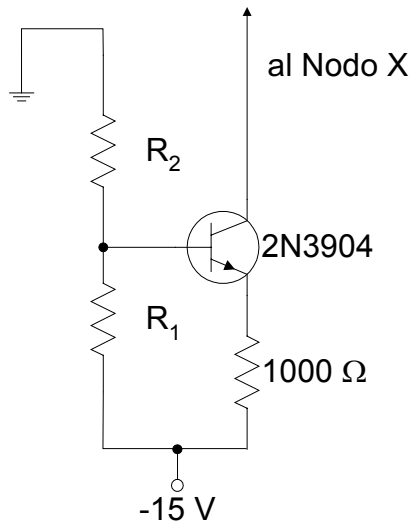

Figura 3. Fuente de corriente para el experimento 2.
- Sustituya la resistencia  $R_x$  en su amplificador diferencial por la fuente de corriente de la Figura 3. Repita todas las mediciones de los pasos 1 a 3 anteriores utilizando la fuente de corriente. Puesto que no hay consideraciones de resistencia AC de entrada, podemos seleccionar que  $R_B$  tenga un valor bajo para la fuente de corriente y así asegurar que el Beta del transistor no afecte al valor de la corriente a través de la fuente de corriente. **IMPORTANTE: diseñe la fuente de corriente para proporcionar la misma corriente que la que fluía por la resistencia  $R_x$  en el circuito anterior.** Utilice  $R_B = 2k\Omega$  [polarización excesiva del divisor de tensión].